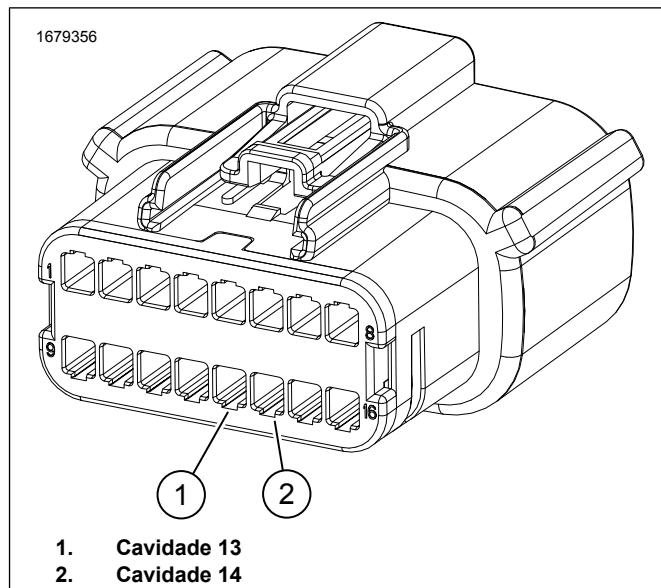

Figura 3. Conector de 16 Pinos C288_1
4. Figura 3 Retire as fichas das cavidades 13 e 14 do conector [C288B_1].